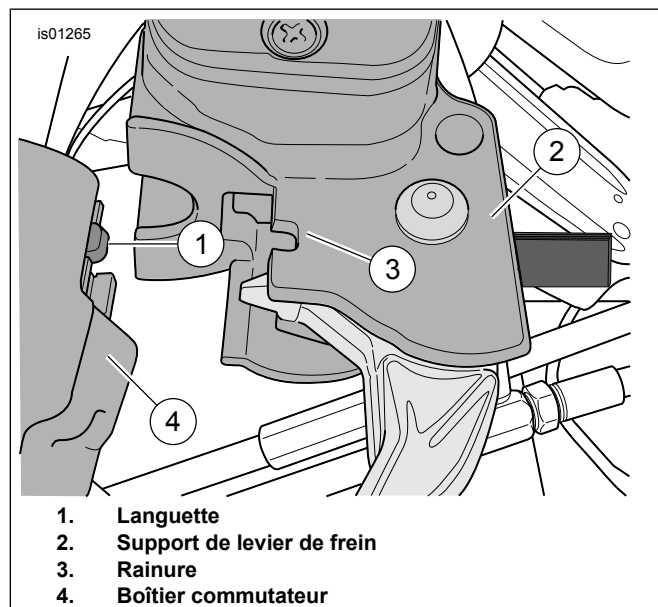

Figure 2. Support du levier de frein vers le boîtier commutateur
4. Voir Figure 2. Positionner l'ensemble du levier de frein/maître-cylindre à l'intérieur de l'ensemble de boîtier commutateur (4), en engageant la languette (1) du boîtier commutateur inférieur dans la rainure (3) située en haut du support de levier de frein (2).
5. Prendre les **nouvelles** vis (3) et rondelles plates (4) du kit. Placer une rondelle sur les filets de chaque vis. Aligner les trous situés dans la **nouvelle** bride de guidon sur ceux du boîtier du maître-cylindre et amorcer les deux vis dans les trous filetés.